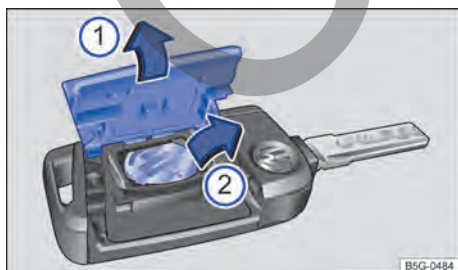

Fig. 65 Llave del vehículo: cambiar la pila de botón.
- Desprenda la tapa haciendo palanca → fig. 65 ① → ①.
- Extraiga la pila de su compartimento haciendo palanca → fig. 65 ②.
- Encaje una pila de botón nueva en el compartimento → ①.
- Presione la tapa sobre la carcasa → fig. 65 ①.